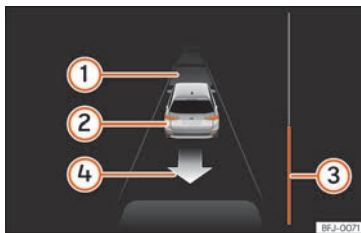

Abb. 284 Am Bildschirm des Kombi-Instruments: parallel zur Fahrbahn ausparken.
Legende zu **Abb. 284**:
Die Fortschrittsanzeige »» Abb. 284 ③ zeigt den zurückzulegenden Abstand an »» Seite 330.